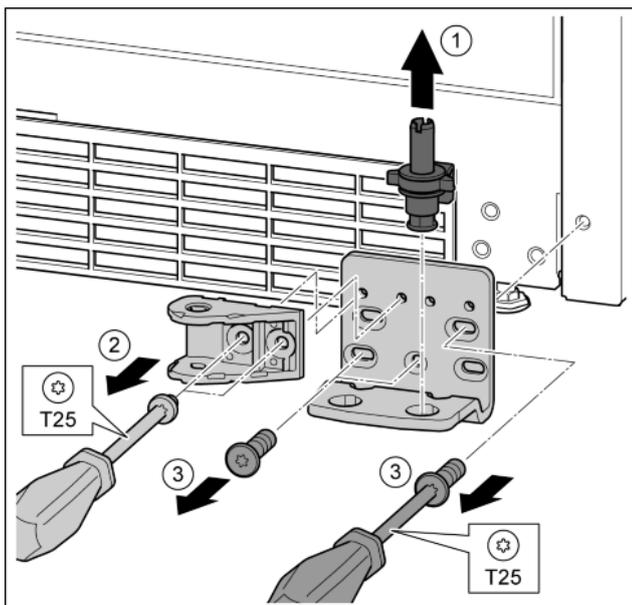

Fig. 35
- ▶ Опорный палец полностью извлечь движением вверх. *Fig. 35 (1)*
- ▶ Открутить винты отверткой T25 и снять соединительный элемент амортизатора закрывания дверей. *Fig. 35 (2)*
- ▶ Открутить винты отверткой T25 и снять опорный кронштейн. *Fig. 35 (3)*